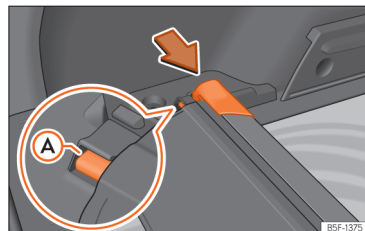

Fig. 187 Na bagageira: alojamento para guardar a chapeleira.
- Pressione a cabeça da chapeleira enrolável no sentido da seta até encaixá-la no alojamento previsto para essa utilização »» Fig. 187. Certifique-se de que o patim (A) encaixa no alojamento correspondente.